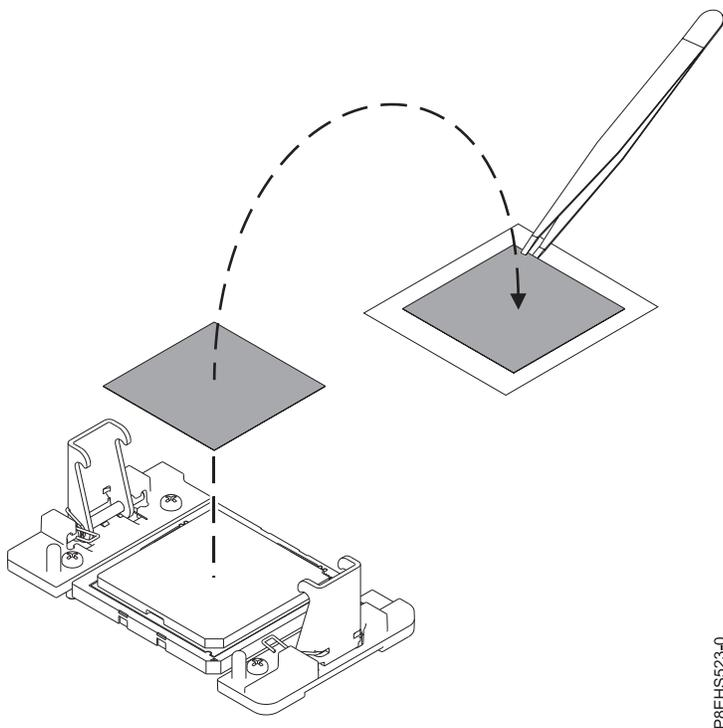

Figura 70. Removendo o TIM de cor cinza do processador
8. Se o sistema usar o material de interface térmica (TIM) de cor cinza: usando as pinças, remova o TIM de cor cinza da parte superior do processador e coloque-o em uma área limpa e seca, conforme mostrado em Figura 70 na página 72. O sistema pode usar dois tipos de TIMs. Um TIM é de cor prata com cantos aparados e normalmente adere ao dissipador de calor. O outro TIM é cinza escuro com cantos quadrados e não adere. O TIM de cor cinza precisa ser removido antes do processador ser removido.